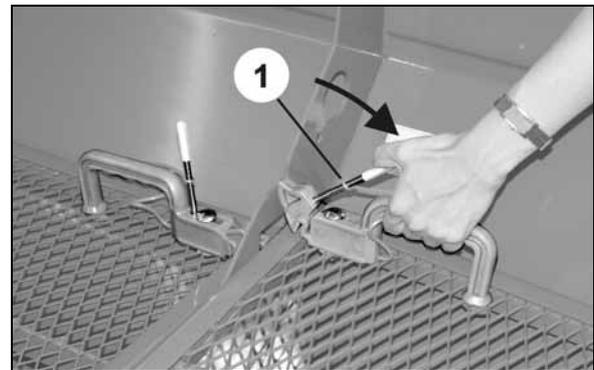

Fig. 23
- (Fig. 23/1) posición de desbloqueo para la elevación de la rejilla protectora
2. Sujetar el asa manual y girar la herramienta de desbloqueo hacia el asa manual (Fig. 23).